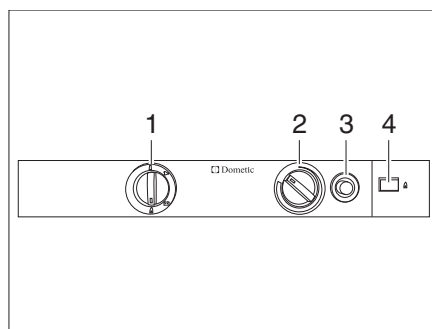

Fig. 322 Elementi di comando per il frigorifero (serie Dometic 8)
- Posizionare il selettore di energia (Fig. 322,1) su "▲".
- Premere il pomello girevole (Fig. 322,2) fino allo stadio più alto, e mantenerlo premuto. Aspettare fino a che il gas non fluisce verso il bruciatore.
- Premere il pulsante di accensione (Fig. 322,3) e mantenerlo premuto. L'accensione avviene automaticamente.
- Mantenere premuto il pulsante di accensione (Fig. 322,3) finché l'indicatore di fiamma (Fig. 322,4) non diventa verde e poi rilasciarlo.
- Tenere premuto il pomello girevole (Fig. 322,2) per altri 10-15 secondi, poi rilasciarlo.
- Posizionare il selettore di energia (Fig. 322,1) su "⚡".
- Impostare la temperatura di refrigerazione con il pomello girevole (Fig. 322,2).
- Posizionare il selettore di energia (Fig. 322,1) su "⊕".